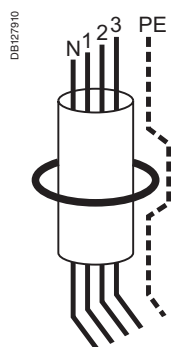

Figura 1.
- utilizar un toroidal de un diámetro muy superior al del cable que lo atraviesa ($2 \times$ diámetro) (figura 1).